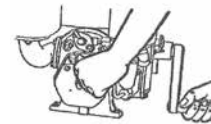

Рис. 10
2. Переведите рычаг декомпрессии левой рукой и придержите его, чтобы ввести в действие декомпрессионное устройство. Запустите двигатель, поворачивая правой рукой рукоятку запуска двигателя. Если двигатель начинает «кашлять», ускорьте вращение рукоятки и внезапно отпустите рычаг декомпрессии, продолжая при этом усиленно вращать рукоятку запуска двигателя. После этого двигатель запустится, и будет работать самостоятельно (Рис. 10).